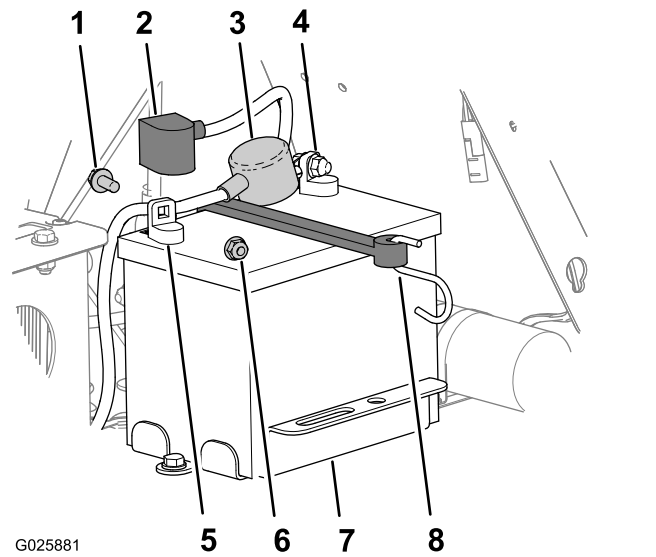

Figura 40
3. Levante la cubierta del borne negro del cable negativo de la batería (Figura 40).
4. Desconecte el cable negativo del borne negativo (-) de la batería y retire el cable de la batería (Figura 40).
5. Retire la cubierta del borne rojo del borne positivo de la batería (Figura 40).
6. Desconecte el cable positivo (rojo) de la batería y retire el cable de la batería (Figura 40).
7. Retire el gancho de la correa de la bandeja de la batería (Figura 40) y extraiga la batería.
1. Coloque la batería en la máquina (Figura 40).
3. Conecte primero el cable positivo (rojo) al borne positivo (+) de la batería con una tuerca y un perno con arandela prensada (Figura 40).
5. Conecte el cable negativo y el cable de tierra al borne negativo (-) de la batería con una tuerca y un perno con arandela prensada (Figura 40).